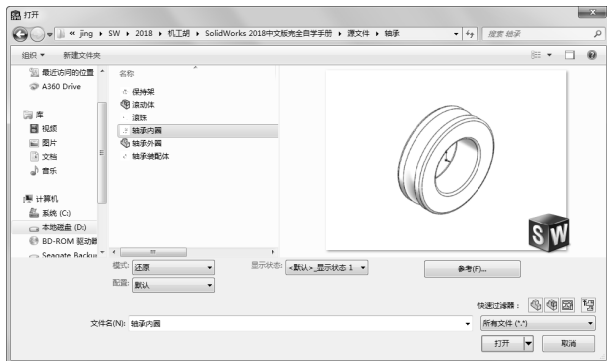

图 1-26 “打开”对话框
2) 系统弹出图 1-26 所示的“打开”对话框。在该对话框的“文件类型”下拉列表框中选择文件的类型, 选择不同的文件类型, 在对话框中会显示文件夹中对应文件类型的文件。单击“显示预览窗口”按钮 , 选择的文件就会显示在对话框的“预览”窗口中, 但是并不打开该文件。